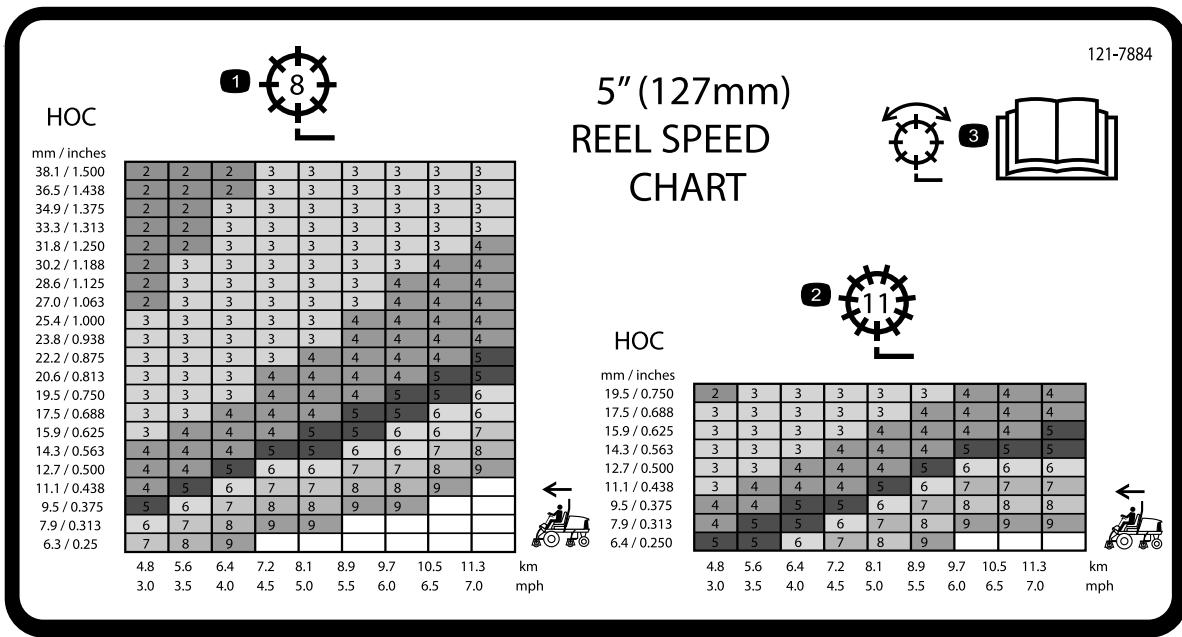
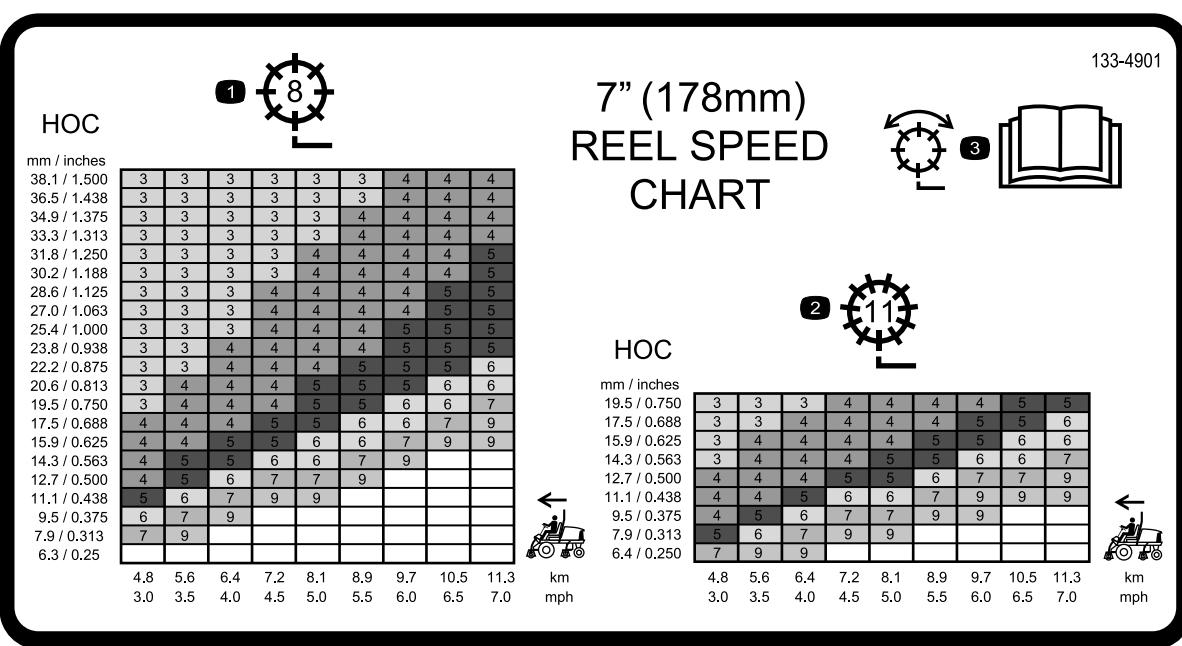

Figura 30
Figura 31
3. Utilizzate il grafico sulla tabella di velocità dei cilindri (Figura 30 e Figura 31) per determinare l'impostazione opportuna della velocità dei cilindri.